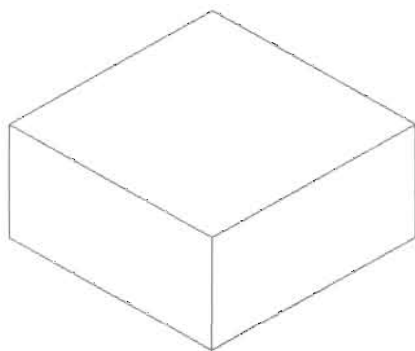

图 11-12
(5) 绘制出俯视平面上的直线,然后删除被遮挡住的直线,最终效果如图 11-12 所示。